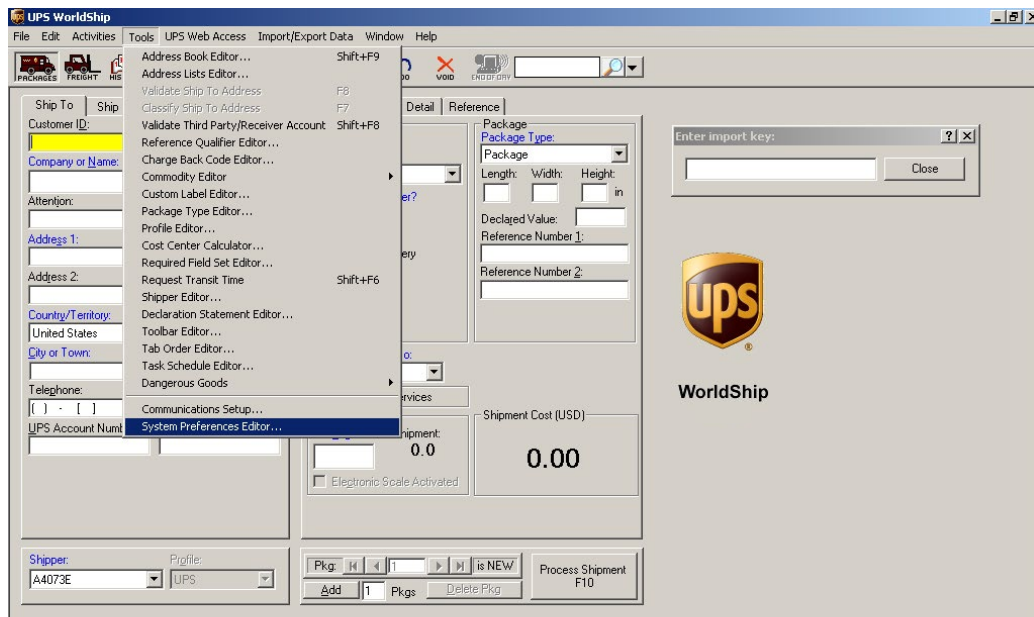

Figure 6
2. Dans le menu Tools, sélectionnez System Preferences Editor. (Voir Figure 6)